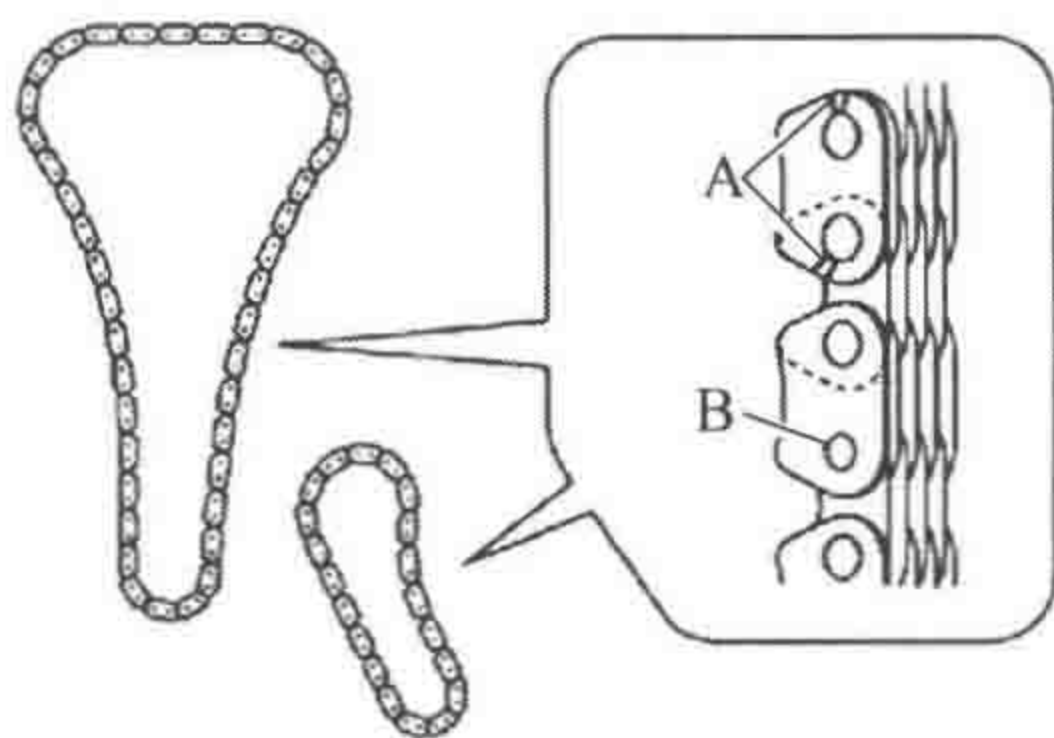

图 1-8 2.0L 涡轮增压发动机
- ① 减振器的外观检查方法：检查油封配合面有无过度磨损和损坏。如果发现异常情况，则更换减振器。
- ② 正时链条滑轨的外观检查方法：检查正时链条滑轨有无开裂、过度磨损和损坏。如果发现异常情况，则更换正时链条滑轨。
- ③ 正时链条的外观检查方法：如图 1-8 所示，检查正时链条的链节板和滚子链有无裂纹和任何过度磨损，如果发现异常情况，则更换正时链条。